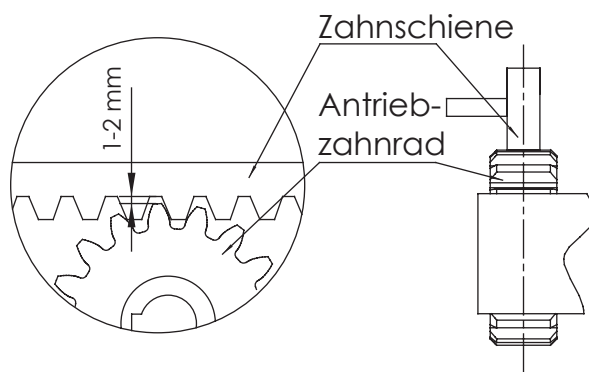

Abbildung 5
- Legen Sie den ersten Teil der Schiene auf das Zahnrad und schweißen Sie die erste Mutter an das Tor (s. Abb. 5).